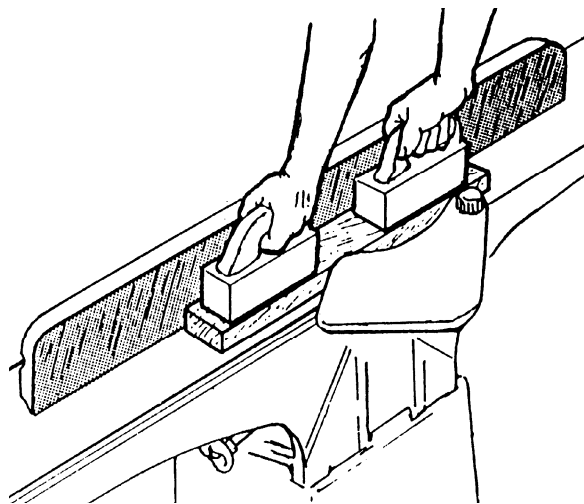

Figura 37
- ❑ En materiales de longitud mayor a 12 pulgadas use dos bloques de empuje (Figura 37).